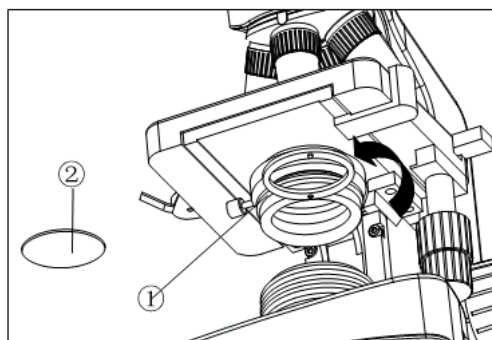

Fig.7
### 2.2.4 Instalación de los filtros de color (Fig.7 )
1. Gire el soporte del condensador ① hacia afuera en la dirección de la flecha de la Fig.7.
2. Coloque los filtros requeridos ② en el portafiltros del soporte y, a continuación, gire el soporte de vuelta a la posición correcta.